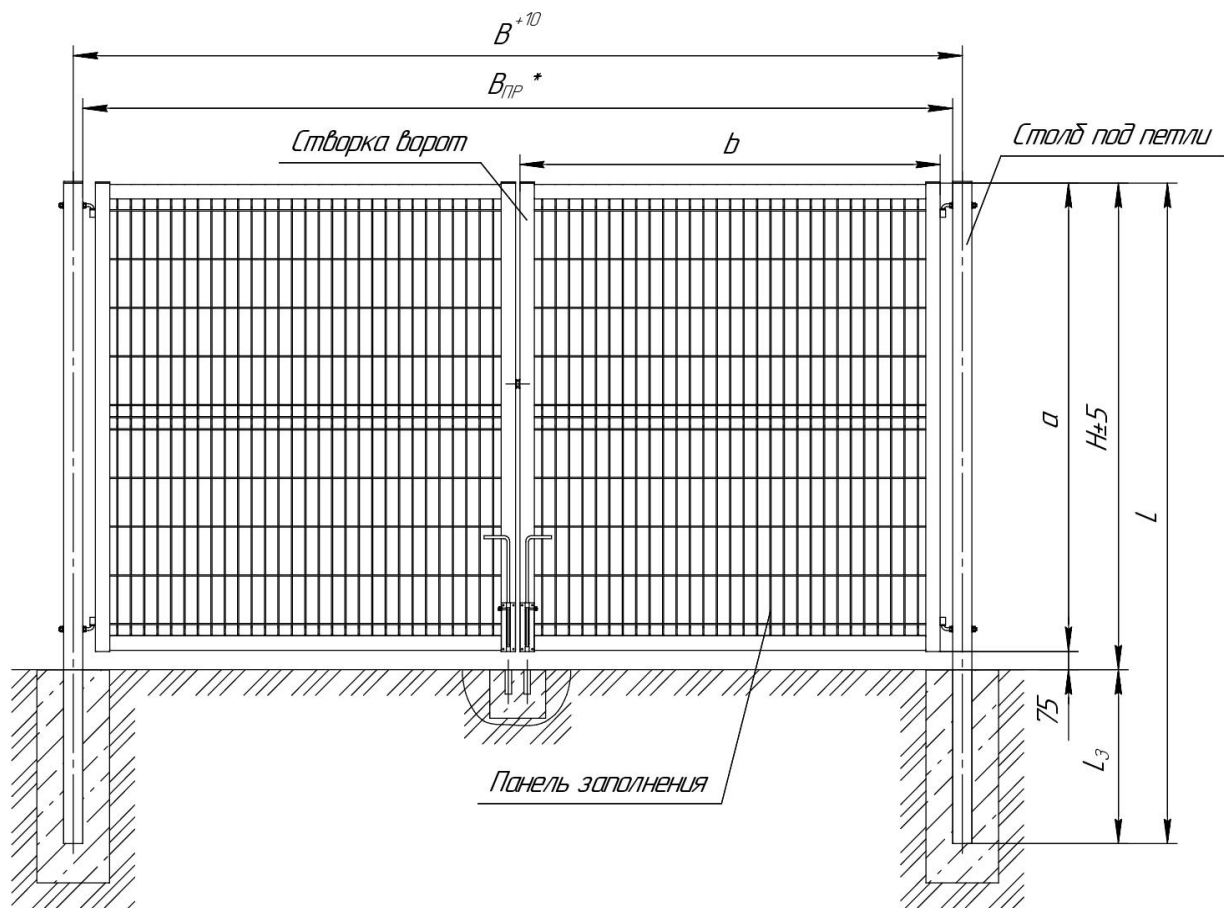

Рис. 1. Ворота распашные F3D со столбами под бетонирование
1.2. Ворота F3D состоят из двух столбов и двух створок (рис. 1). Рама створок ворот выполнена из стального профиля сечением 60x40x1,2, заполнение створки сварная сетчатая панель. Крепление створки ворот к каждому из столбов осуществляется посредством петель. Для закрывания ворот оборудуются проушинами под навесной замок.